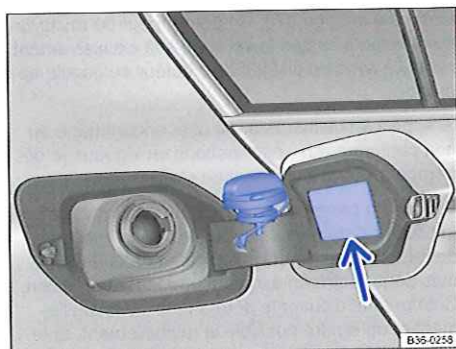

Fig. 221 Trappe à carburant ouverte avec bouchon de réservoir accroché
- Dévissez le bouchon en le tournant dans le sens inverse des aiguilles d'une montre et accrochez-le en haut de la trappe à carburant → fig. 221.
Le type de carburant à utiliser pour votre véhicule est indiqué sur un autocollant apposé sur la face intérieure de la trappe à carburant → fig. 221 (flèche).